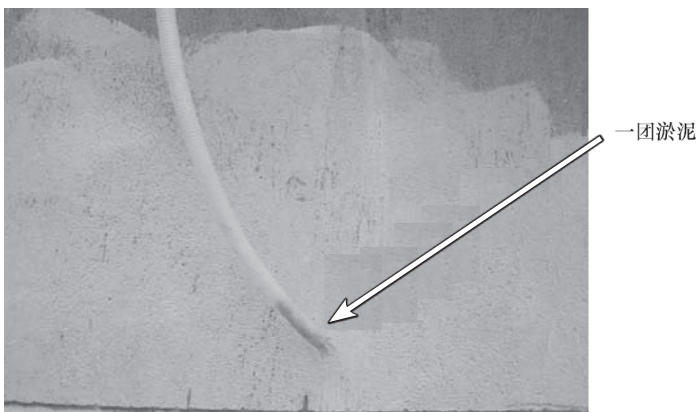

图 7-35 排水管有淤泥
2) 到外面检查, 室外水管无水流出, 用嘴吸一下水管赶快闪开, 水管向下流水, 注意到从水管内流下一小团淤泥, 如图 7-35 所示。